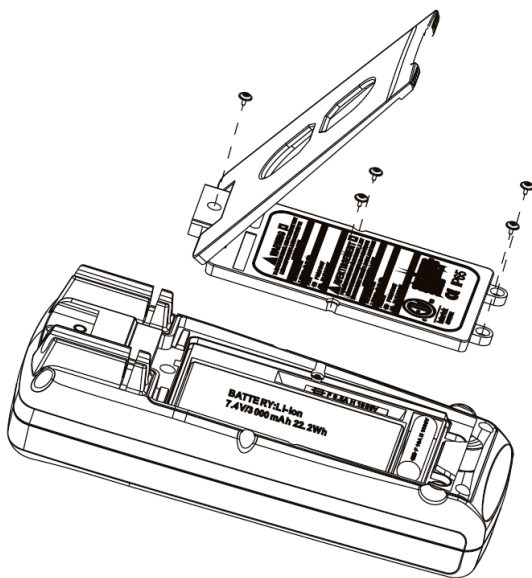

Figura 20
2. Remova os parafuso do compartimento de bateria e separe a tampa do gabinete inferior, conforme **Figura 20**.